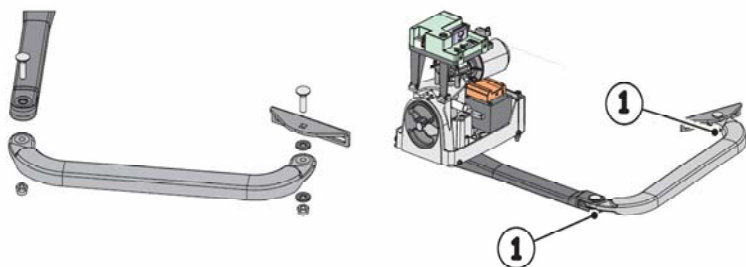

Рис. 12
- Соберите остальную часть рычага как показано на Рис. 12.